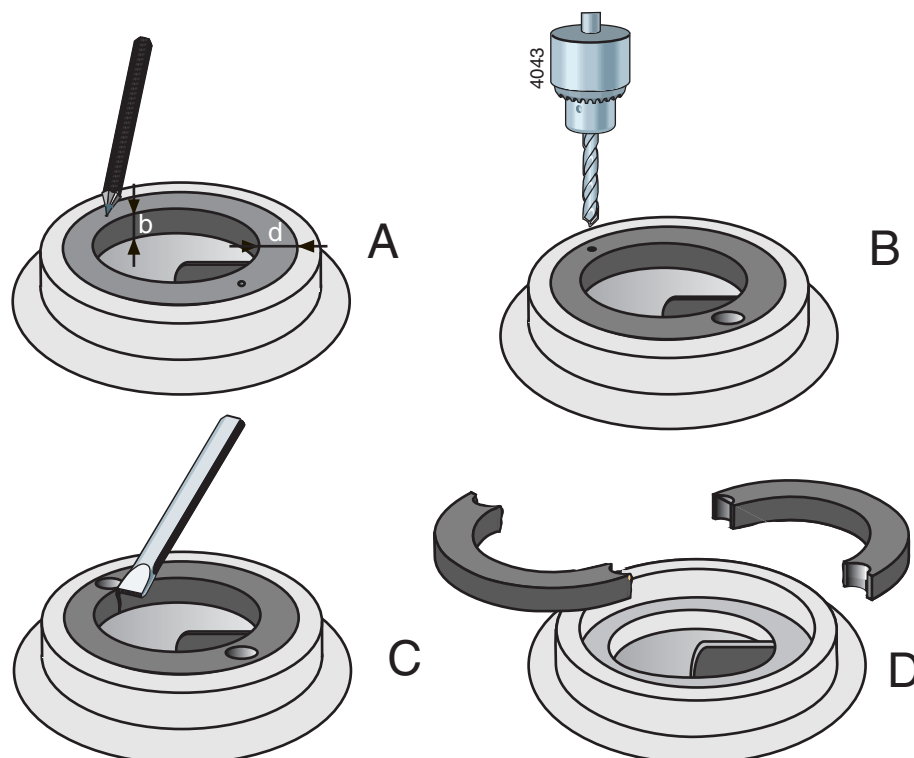

Bild 16: Borttagning av slitring.
- 1 Mät ringens tjocklek (d) och bredd (b) (se bild 16 A).
- 2 Slå ett kärnslag i mitten av ringens kant på 2 motsatta ställen (se bild 16 B).
- 3 Använd en borrar med en diameter som är något mindre än ringens tjocklek (d) och borra två hål i ringen (se bild 16 C). Borra inte djupare än ringens bredd (b). Se till att pumphusets monteringsyta inte skadas.
- 4 Hacka igenom resten av ringtjockleken med ett stämjärn. Ringen kan då tas ut ur pumphuset i 2 delar (se bild 16 D).